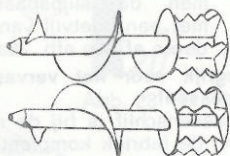

Abb. 34
- Richtige Schneckenmontage nach Abb. 34.
- Ensure that the augers are replaced properly (Fig. 34)
- Pour monter correctement les vis transporteuses, voir fig. 34.
- L'esatto montaggio delle ruote a vite senza fine é descritto nella fig. 34.
- Voor de juiste montage van de schoepenwalsen, zie afb. 34.